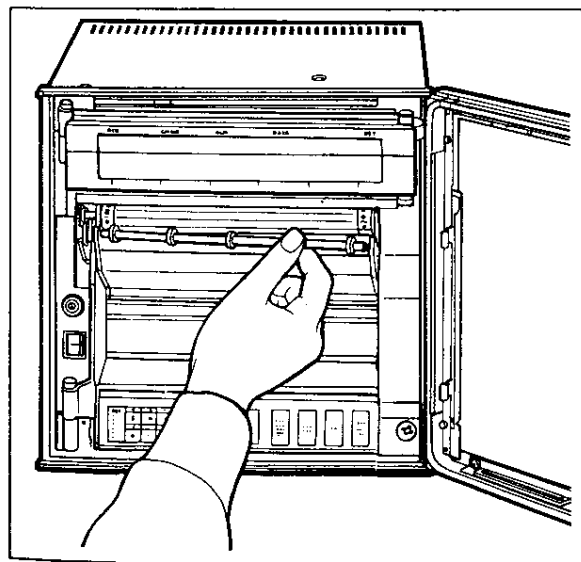

図 5.2
- (2) 扉を開きます。POWER スイッチは“ON”のままでもけっこうです。
(3) 図5.2に示す記録紙押えローラの左端にスプリング機構が組み込まれています。記録紙押えローラを左側に押し付けて取り外してください。